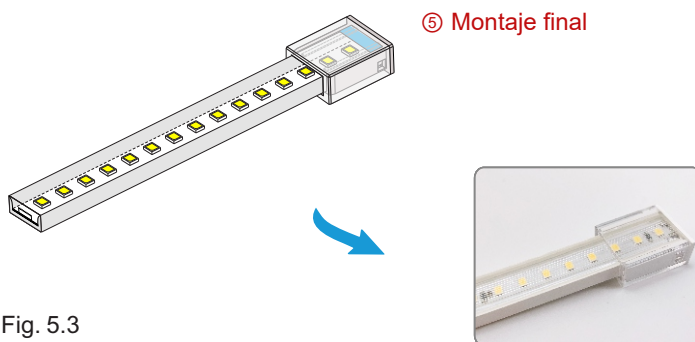

Fig. 5.3
- Fig. 5.3 — Montaje finalizado